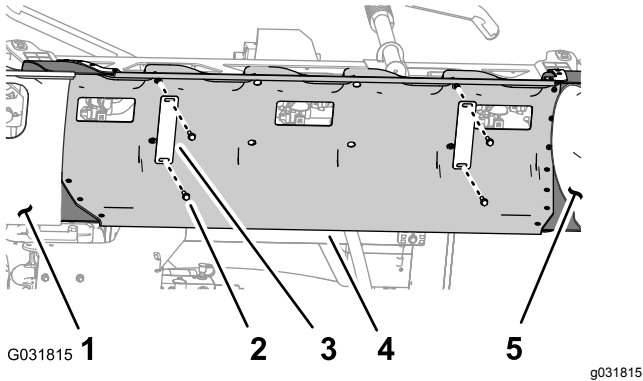

Figura 25
1. Sujutando la cubierta de la sección central (11 boquillas), retire los 4 pernos con arandela prensada (5/16" x 1/4") y las 2 pletinas de sujeción que fijan la cubierta al soporte de la cubierta (Figura 25).